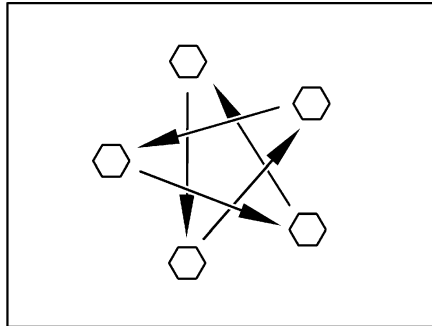

Fig. 158 Serrare a croce i dadi o i bulloni delle ruote
- Controllare regolarmente il serraggio dei dadi o dei bulloni. Regolare a croce (Fig. 158) il serraggio dei dadi o dei bulloni di una ruota sostituita dopo circa 50 km.
- ▷ Serrare a croce i dadi o i bulloni delle ruote (Fig. 158).